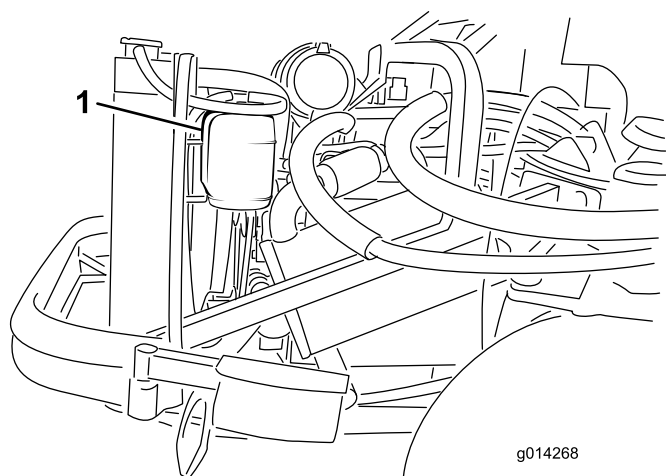

Figure 34
1. Vérifiez le niveau du liquide de refroidissement dans le vase d'expansion (Figure 34). Il doit se situer entre les repères qui figurent sur le côté du réservoir.